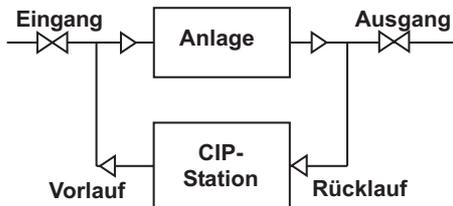

Fig. 1
**bei Anlagen mit einem Ausgang** (siehe Fig. 1)